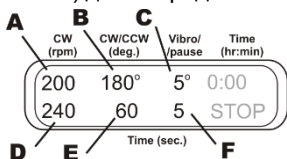

Рисунок 5.
6.9.2. **Вращение + Возвратно-поступательное + Вибродвижение.** Установите скорость (40-1000 об/мин, рис. 5/A) и время (1-250 с, рис. 5/D) вращательного движения. Установите угол поворота (30-360°, рис. 5/B) и время (1-250 с, рис. 5/E) возвратно-поступательного движения. Вращение и возвратно-поступательное движение идут на одной скорости. Установите угол поворота (1-5°, рис. 5/C) и время (1-5 с, рис. 5/F) для вибродвижения. График на рисунке 6 отображает данную программу.